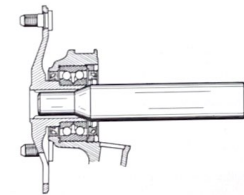

Fig. 5.7.—Mandril MR 3436-40 para el desmontaje del cubo de rueda delantera.
- b) Extraer el cubo (2), del pivote, por medio de un mandril y bajo presión (mandril MR 3436-40 (fig. 5.7)).
- c) Extraer el rodamiento (21), del mandrinado del pivote, con ayuda de un vástago de cobre, si es necesario.
- d) Retirar el retén (3) del pivote.
- e) Retirar el brazo de acoplamiento (5) del pivote.